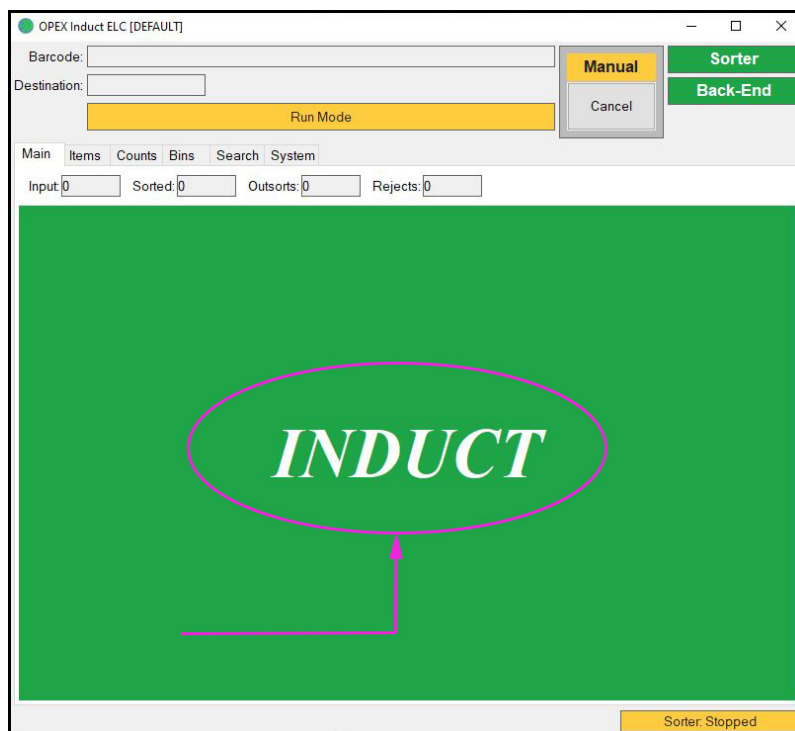

図 4-37: OPEX Induct ELC 画面 — 読み取り成功
4. OPEX Induct ELC の画面を確認してください。読み取りに成功すると、緑色になり、「INDUCT」（誘導）と表示されます（147 ページの図 4-37 を参照）。